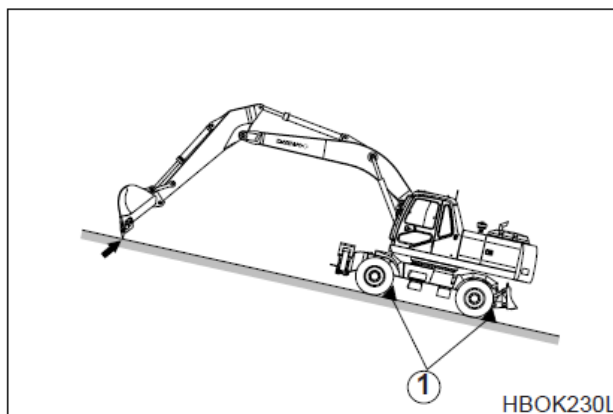

Рис. 69
Следует ставить экскаватор на стоянку на плотном ровном грунте. Избегать стоянок на склонах. Если экскаватор должен быть установлен на стоянку на склоне, заблокировать колеса (1), используя входящие в комплект колесные башмаки (см. раздел "Колесные башмаки" на стр. 2-64), и поставить ковш зубьями на землю. (Рис. 69)